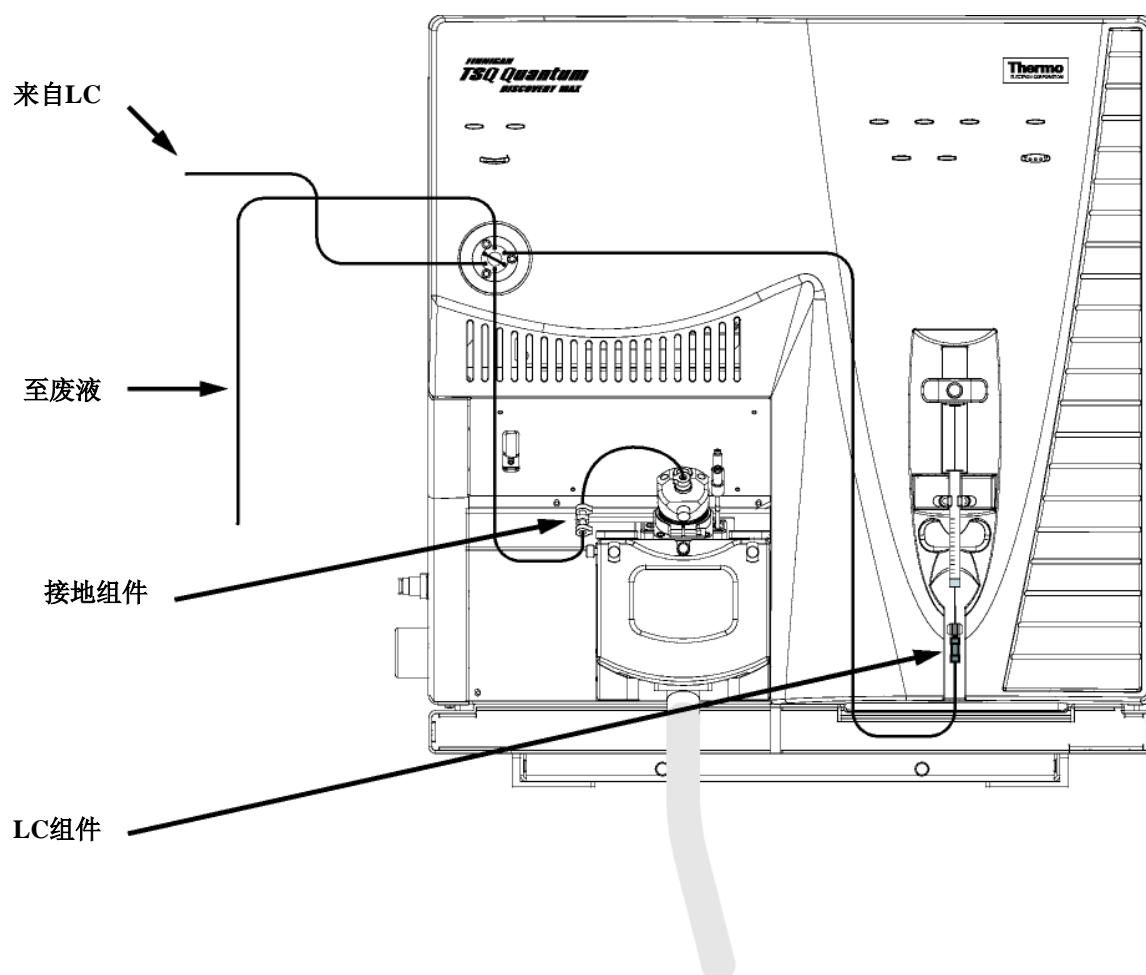

图4-1. 通过定量环注射向LC流动相引入样品的ESI/MS进样管线连接
下述步骤是如何通过定量环引入用户自己的化合物。图4-1显示的是由注射泵向LC流动相引入ESI/MS样品的管线连接。
- 将装有螺母和压盖箍的管线的一端连接到离子源上的接地组件（图4-1）。